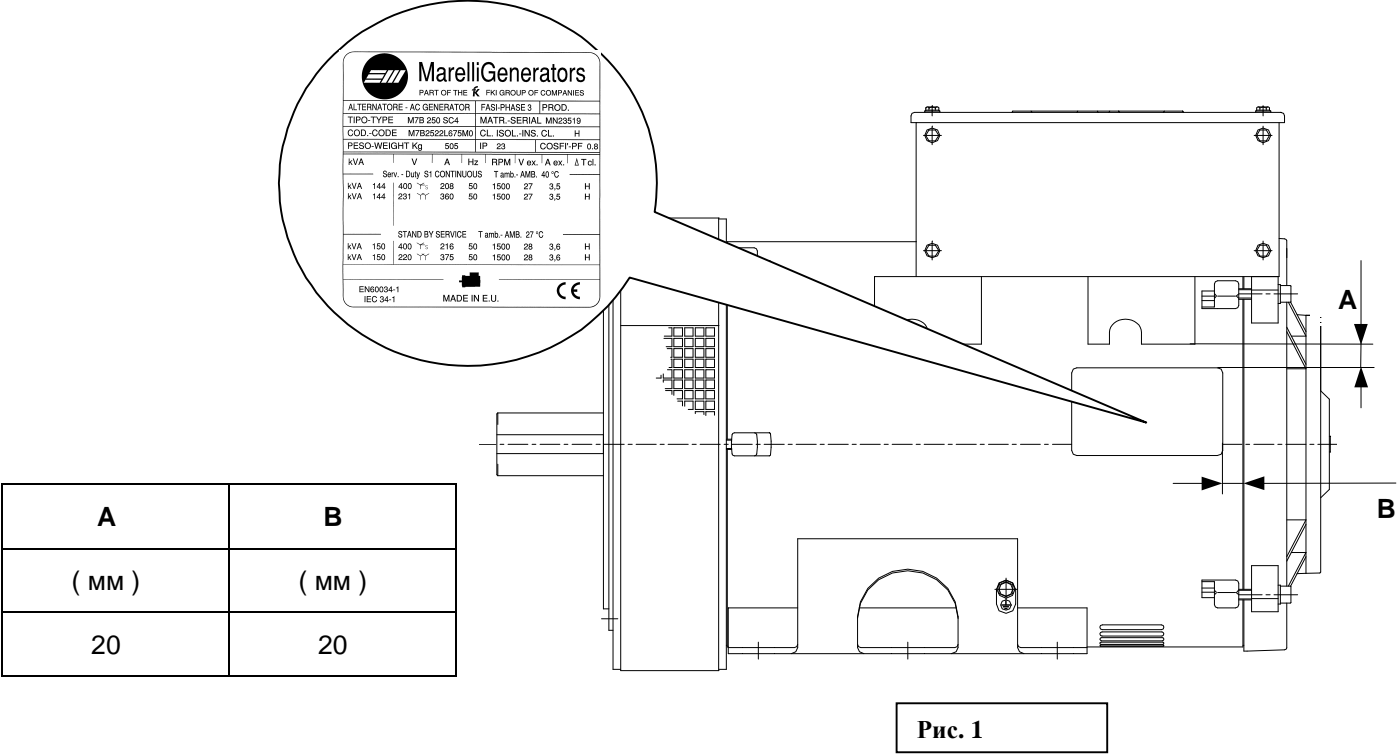

Рис. 1
- 2) Очистить заинтересованную часть поверхности (см. рис. 1) спиртом и подождать, пока не высохнет до конца.
- 3) Снять клеящую часть с основания и нанести, как указано на рис. 1, придавливая резиновым роликом для большего прилипания.